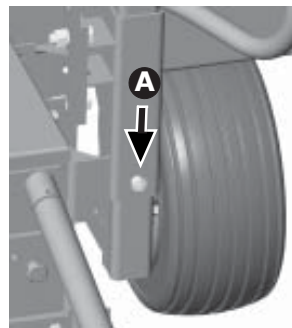

fig.53
1. Retire a porca e o parafuso do suporte da roda **A** (fig.53).